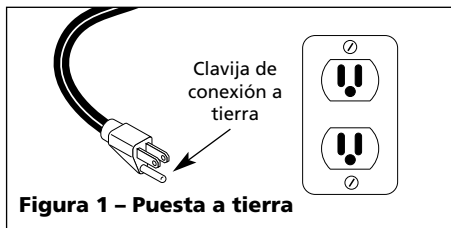

Figura 1 - Puesta a tierra
- T- Este producto requiere un circuito conectado a tierra de 120V, 15 amperios (vea la Figura 1).